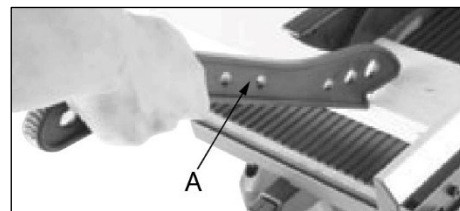

Рисунок 12.
**!** При работе в режиме циркулярной пилы, обязательно должен использоваться толкатель **A** (рис. 12).